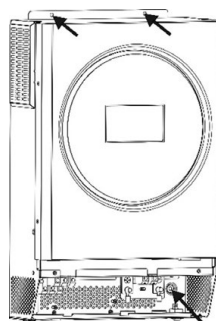

Figura 4.4 - Posizione viti inverter
- Installare l'unità avvitando tre viti (Figura 4.4). Si consiglia di utilizzare viti M4 o M5.